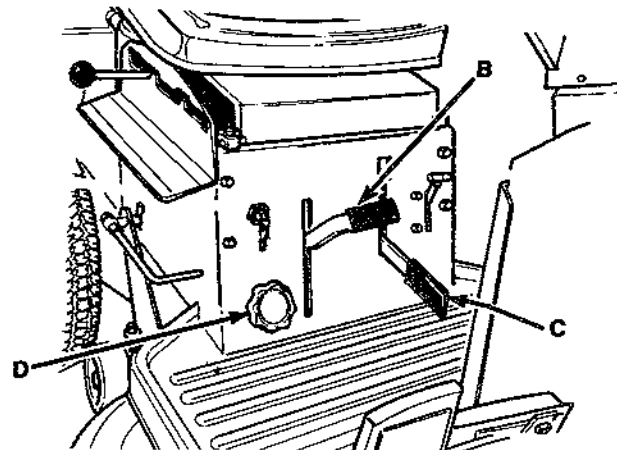

Fig. 26
3. Placer le levier d'entraînement de la lame de tondeuse (C, Fig. 26 et 28) sur la position ENGAGÉE (ENGAGED).
4. Baisser le levier de levage de la tondeuse (B, Fig. 26 et 28) en position de coupe.